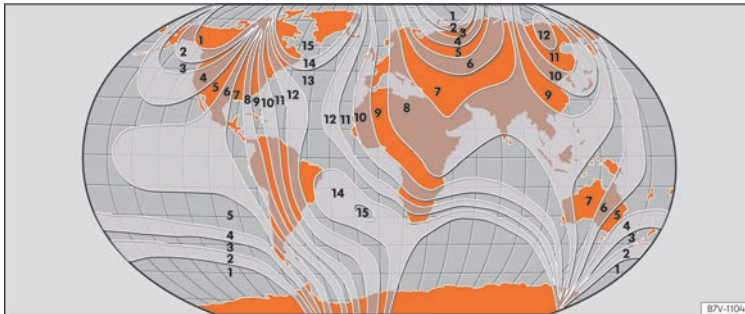

Abb. 80 Kompasszonen.
- Kompasszone entsprechend dem aktuellen Standort auswählen »»» **Abb. 80**.